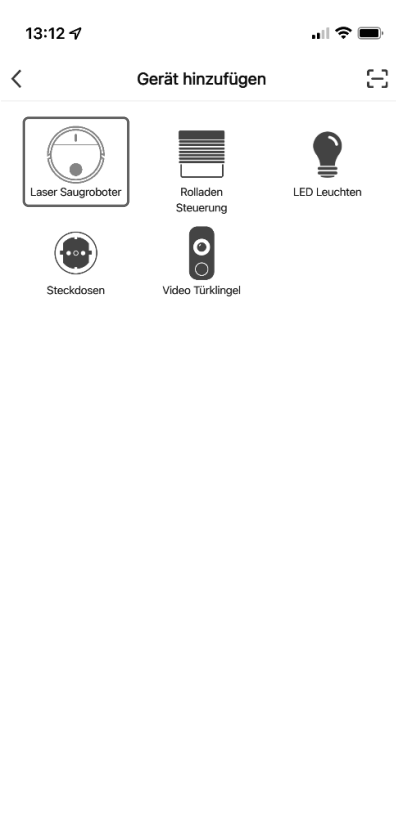

Abb. 2
- ▶ Wählen Sie die Gerätekategorie **LASER SAUGROBOTER** aus (s. Abb. 2).